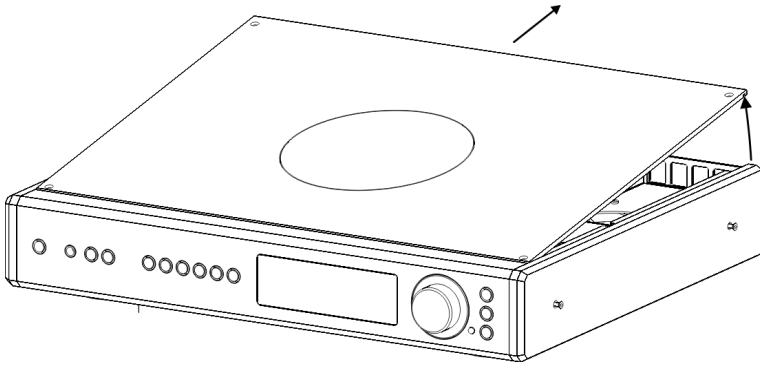

Abb. 2 / Fig. 2
- Entfernen Sie wie in Abbildung 2 gezeigt den Deckel.
- Remove the top cover as shown in figure 2.